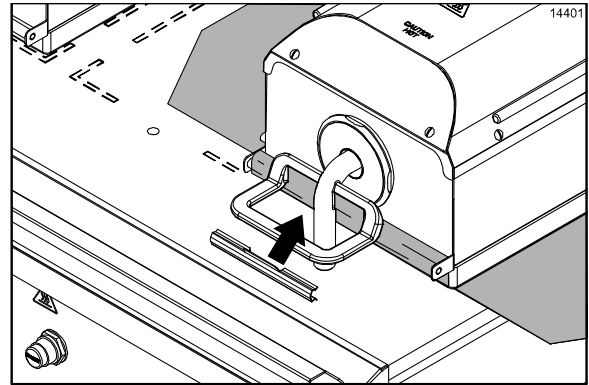

Figure 10
3. Centrer la feuille de protection sur la barre. Bien la tirer sur la barre de la feuille de protection située à l'avant de la gaine. Fixer la feuille avec une épingle de verrouillage (Cf. Figure 10).